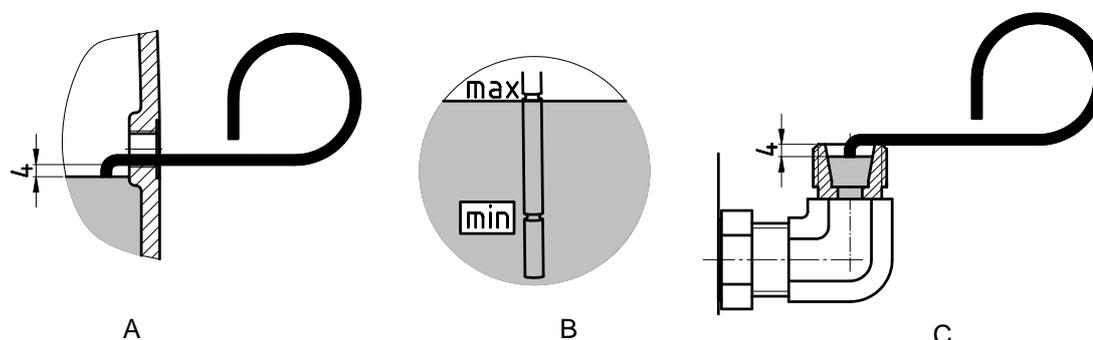

Figura 4-1: Controllo del livello dell'olio con l'astina di misura
- Per controllare il livello dell'olio dei riduttori coassiali STANDARD con posizione di montaggio V1 e V5, il raccordo a gomito, mostrato in figura 4-1 C, deve trovarsi in posizione verticale rivolto verso l'alto. Prima di controllare il livello dell'olio è necessario rimuovere il tappo di sfiato a pressione svitandolo (vedere figura 3-2 a destra).
- Utilizzare l'asticella di misurazione in dotazione (cod.: 283 0050) per misurare il livello dell'olio all'interno del riduttore, come mostrato in figura 4-1 A, C. Durante questa operazione è necessario mantenere la porzione dell'asticella che si immerge nell'olio in posizione verticale.
- È necessario **verificare** il livello dell'olio all'interno del relativo **serbatoio** utilizzando il tappo filettato dotato di asticella di rilevamento (filettatura G1¼). Il livello dell'olio deve trovarsi tra la tacca inferiore e quella superiore quando l'asticella di rilevamento è completamente avvitata (vedere figura 4-1 B). È consentito azionare il riduttore solo nella versione specificata nel capitolo 6.1.